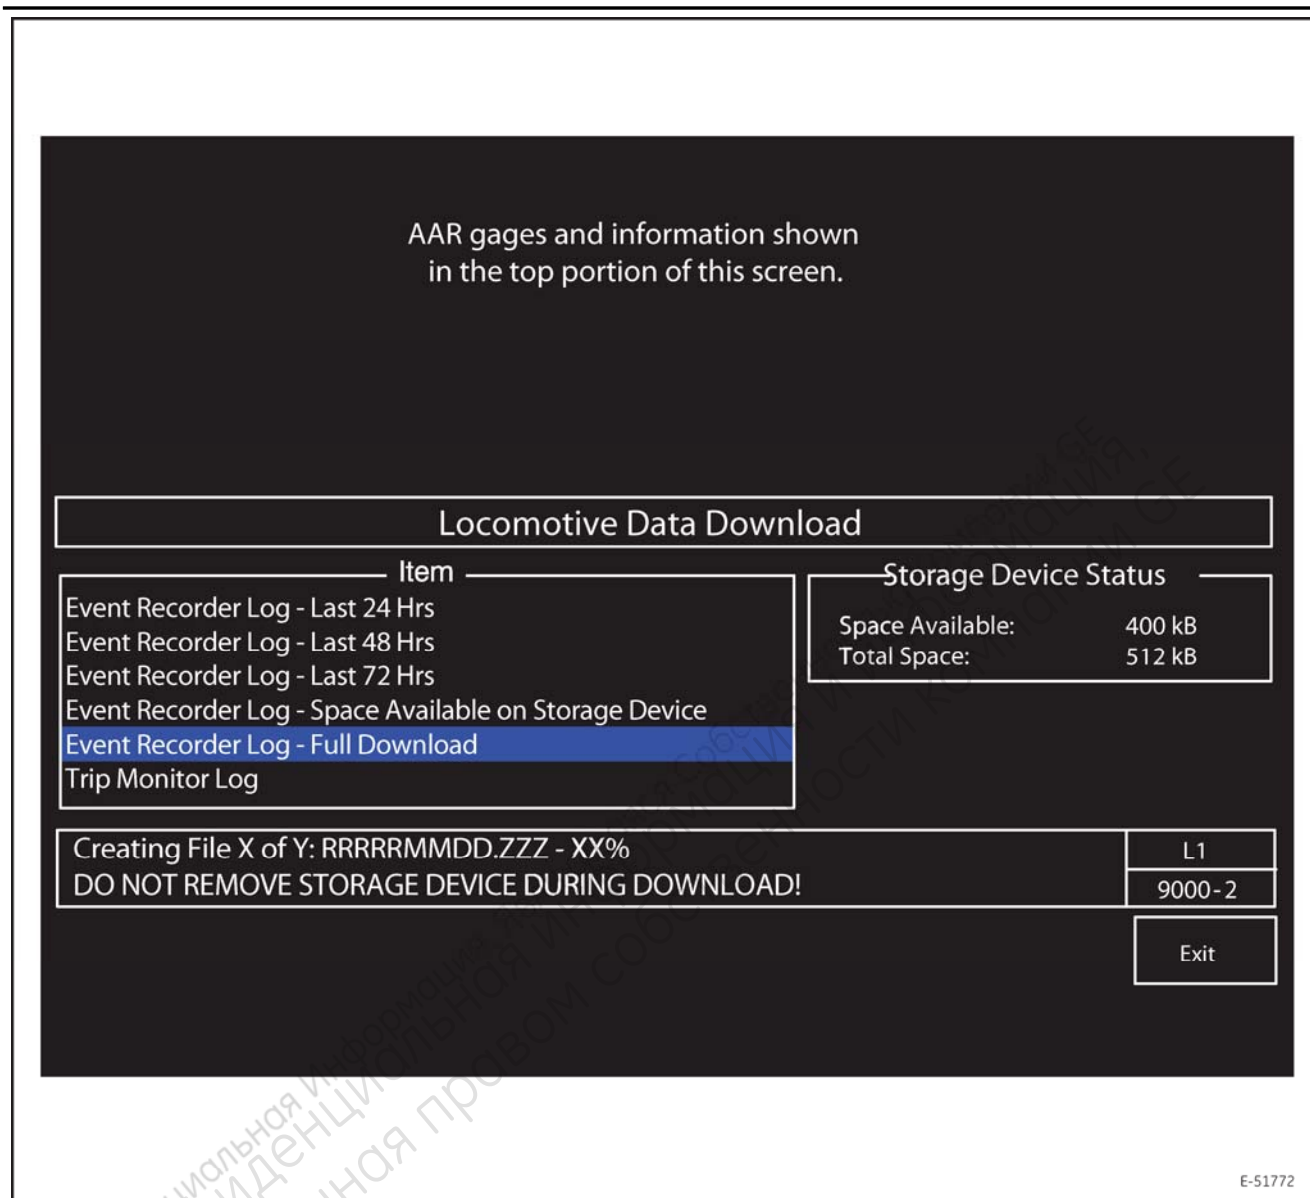

Рисунок 3. Загрузка данных локомотива — экран индикатора хода(9000-2).
6. Появится окно Загрузка данных — индикатор хода (9000-2, Рис. 3) с надписью Creating File X of Y: RRRRRMMDD.ZZZ — XX % (Создание файла X из Y), информирующей оператора о том, что процесс выгрузки начался, и о степени его выполнения в процентах. Имя файла журнала данных формируется следующим образом:
6. Появится окно Загрузка данных — индикатор хода (9000-2, Рис. 3) с надписью Creating File X of Y: RRRRMMDD.ZZZ — XX % (Создание файла X из Y), информирующей оператора о том, что процесс выгрузки начался, и о степени его выполнения в процентах. Имя файла журнала данных формируется следующим образом: